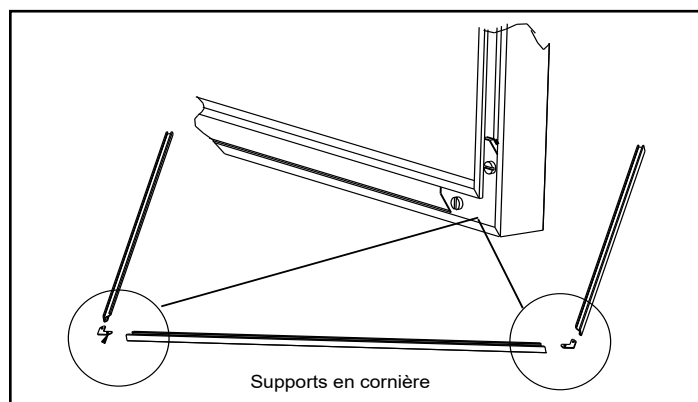

Figure 20.2
2. Assemblez la garniture comme indiqué à la Figure 20.2.